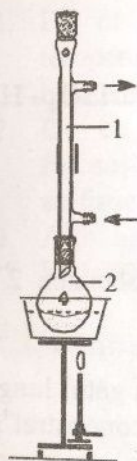

Fig. 1.1.
**Modul de lucru.** Într-un balon cu fund rotund și gât larg, cu un volum de 100 ml, se toarnă 6,5 ml acid sulfuric concentrat, apoi, la agitare și răcire cu apă, se adaugă 5,5 ml acid azotic concentrat (Atenție !). La amestecul format răcit se adaugă, cu picătura prin agitare și răcire, 5 ml benzen (temperatura să nu depășească 50-60 °C). La vas se instalează un refrigerent aerian ascendent și amestecul se încălzește 30 min. la 60 °C în baia cu apă (Fig.1.1). Amestecul se lasă să se răcească, apoi se transferă într-o pâlnie de decantare, stratul de jos (amestec de acizi) se înlătură, iar cel de sus (nitrobenzenul) se spală cu apă, apoi cu soluție de 5 % de NaOH și din nou cu apă (nitrobenzenul va fi deja în stratul de jos). Nitrobenzenul se scurge într-un vas conic, se usucă cu câteva granule de  $\text{CaCl}_2$  anhidru și se distilează. Randament 5,5 g. p.f. 207-210 °C
**Modul de lucru.** Într-un pahar, înzestrat cu agitator și termometru (Fig. 1.5), se amestecă 2,5 g acetanilidă și 5 ml acid sulfuric concentrat astfel ca temperatura să nu depășească 40 °C. Conținutul paharului se răcește într-o baie cu gheață până la 5 °C, apoi la acesta se adaugă prin agitare amestecul format din 2 ml H2SO4 concentrat și 1,2 ml HNO3 concentrat astfel ca temperatura reacției să nu depășească 15 °C. Amestecul reactant se mai agită la această temperatură 45 min., apoi se toarnă într-un pahar cu gheață. Sedimentul format (p-nitroacetanilida) se filtrează la presiune redusă, se spală pe filtru cu apă de câteva ori. p-Nitroacetanilida - substanță solidă amorfă cu p.t. 206-207 °C. p-Nitroacetanilida se introduce într-un balon cu fund rotund înzestrat cu refrigerent cu reflux (Fig. 1.1) și se fierbe cu 13 ml acid sulfuric de 25 % până la dizolvarea completă. Soluția fierbinte se filtrează pe
**Modul de lucru.** Într-un balon cu fund rotund, înzestrat cu refrigerent cu reflux cu apă (Fig. 1.1), se introduc 8 ml toluen și atent se picură 4,8 ml acid sulfuric concentrat. Amestecul reactant se fierbe timp de 1 oră, agitându-l periodic. Fierberea trebuie să fie lentă. Sfârșitul reacției se poate determina după dispariția stratului de toluen și a condensatului din refrigerent. Amestecul reactant se toarnă într-un pahar cu 35 ml apă, apoi se clătește balonul cu apă (dacă amestecul cristalizează, paharul se încălzește puțin). Soluția acidă din pahar se neutralizează cu 4 g Na2CO3 (se